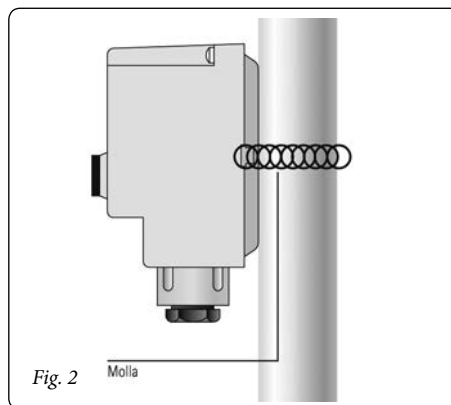

Fig. 2
- fissare il termostato sul tubo mandata impianto utilizzando la molla in dotazione (Fig. 2);